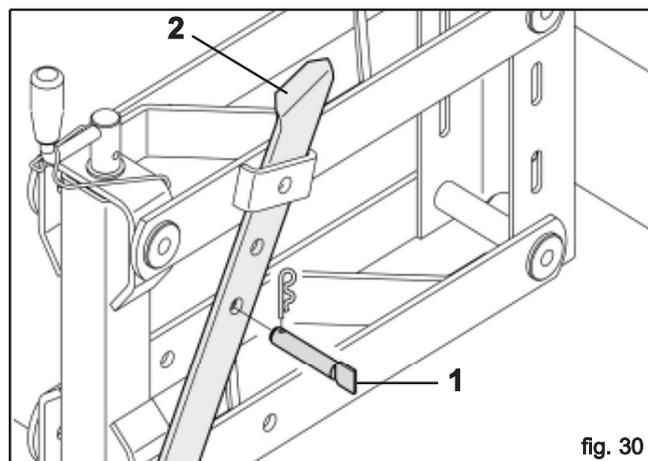

fig. 30
Vor dem Arbeiten mit der Ausrüstung sind die Stützfüße (Abb. 14) hochzufahren und es ist sicherzustellen, daß der Stift (1) bei allen Jäthackenelementen in dem unteren Loch des Hebels (2) steckt (siehe Abbildung 30).